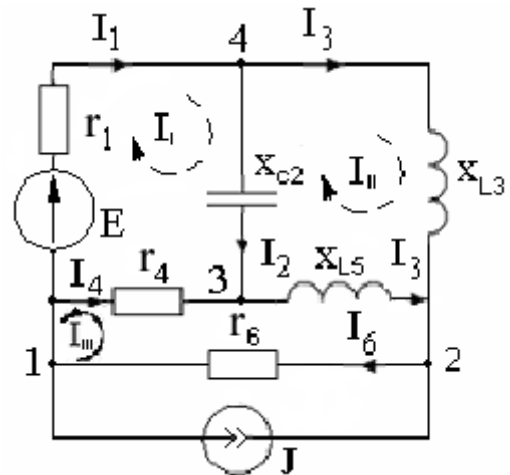

Рис. 68
46. В цепи (рис. 68) с источником тока $J=1$ А и источником ЭДС $E=1$ В задано, что ток источника тока опережает ЭДС на 90° . Определить все токи в ветвях, мощность источников, активные потери в цепи при $r_1 = x_{c2} = x_{L3} = r_4 = x_{L5} = r_6 = 1$ Ом. При решении использовать метод контурных токов.